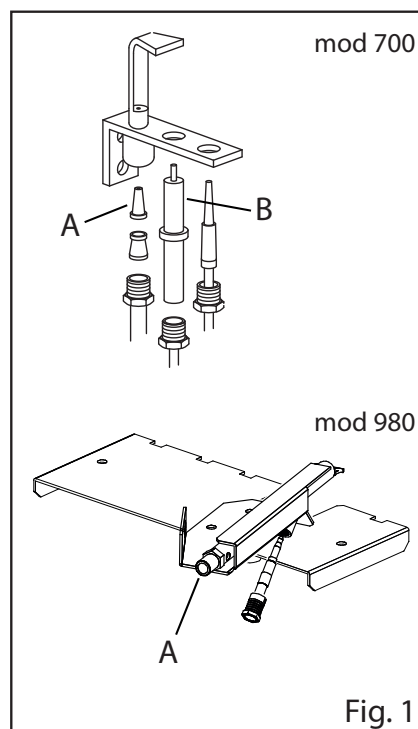

Fig. 1
- Die Zünddüse (Abb. 1/A) durch eine Düse austauschen, die der gemäß der Referenztabelle ausgewählten Gasart entspricht.
- Die Einspritzdüse (Abb. 1) durch eine Düse austauschen, die der gemäß der Referenztabelle ausgewählten Gasart entspricht.